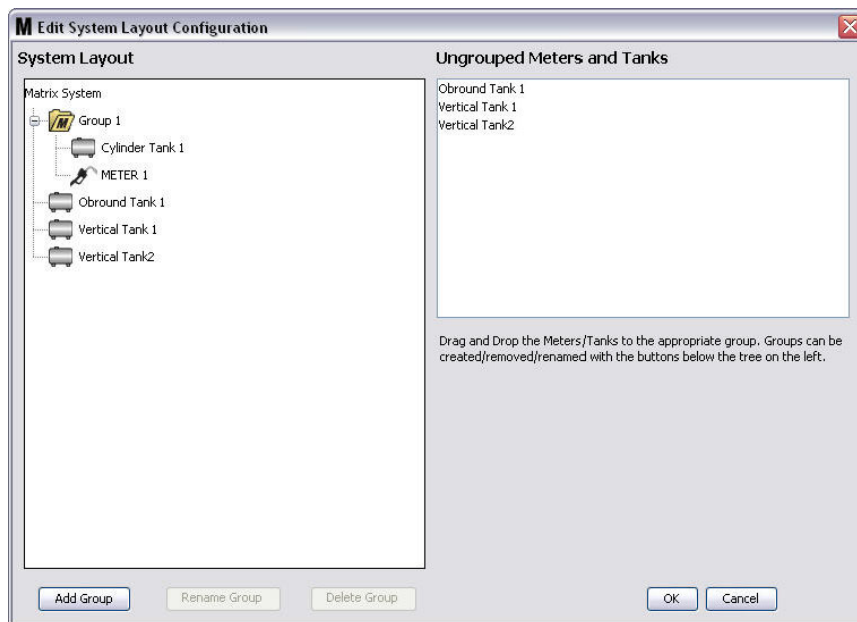

FIG. 129
8. Les réservoirs et les compteurs sélectionnés apparaissent maintenant sous l'icône du dossier sur le côté Système Matrix de l'écran comme indiqué à la FIG. 129.
10. Pour renommer un groupe, utilisez votre souris pour sélectionner le dossier du groupe sur la liste sur le côté Système Matrix de l'écran. Cliquez sur le bouton Renommer le Groupe (FIG. 129).
11. Pour supprimer un groupe, utilisez votre souris pour sélectionner le dossier du groupe sur le côté Système Matrix de l'écran. Cliquez sur le bouton Supprimer le Groupe (FIG. 129).